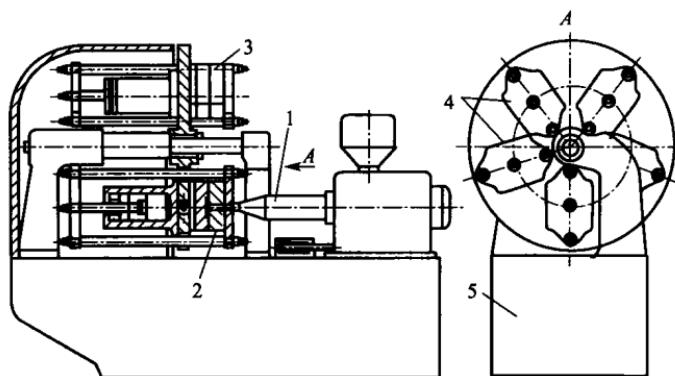

图 1-9 多模注塑机结构示意
④ 多模注塑机 多模注塑机有多个成型模具，工作时转动模具位置依次顺序工作，冷却成型脱模不受生产辅助时间限制，这样缩短了制品的生产周期，可提高生产效率。图 1-9 是多模注塑机结构示意。